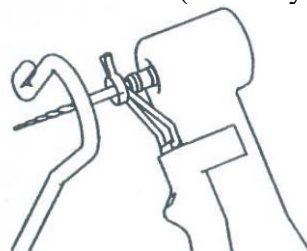

Рисунок 28
- 5.2.4 Вставьте эндо-файл в угловой наконечник и зажмите его удерживающим устройством, так как показано ниже (см. Рисунок 28).